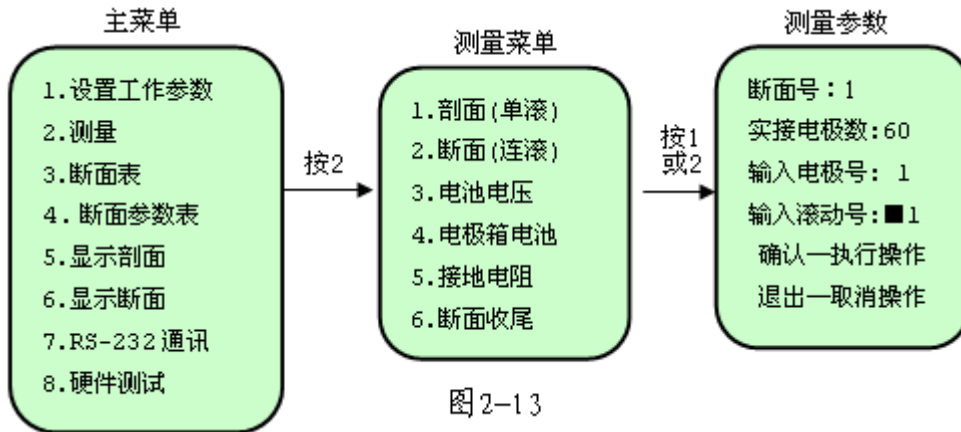

图 2-13
①测量之前应连好所有电缆。
②在主菜单下按 \square 2键，进入测量菜单，显示：（图2-13）